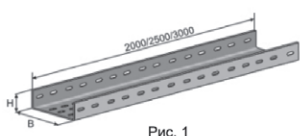

Рис. 1
1. Лотки кабельные марки П (перфорированные) (рис.1) и ПЗ (перфорированные, замковые) (рис.2) предназначены для прокладки кабелей и проводов напряжением до 1000 В при выполнении электропроводок и прокладке кабельных линий.